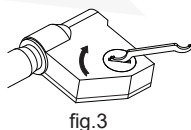

fig.3
- Remettez le couvercle du compartiment à pile en place et tournez-le dans le sens des aiguilles d'une montre pour le fixer (fig. 3).